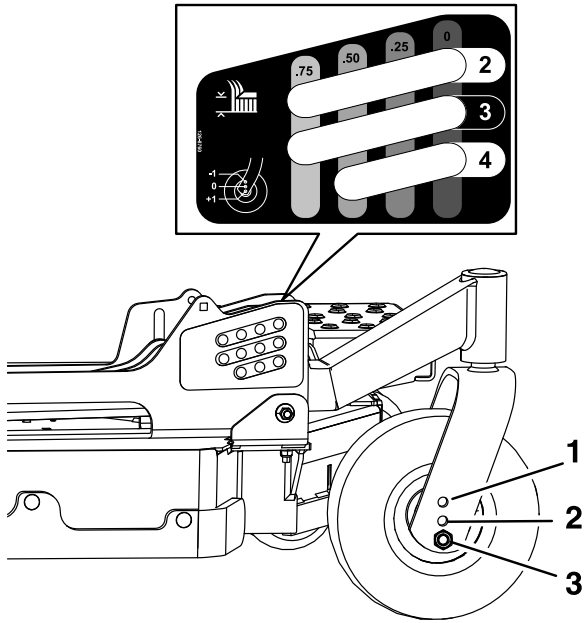

Figure 29
- B. Montez les roues de jauge avant et arrière dans le trou qui convient (voir le tableau ci-dessous, ainsi que la Figure 29), puis reposez les fixations.